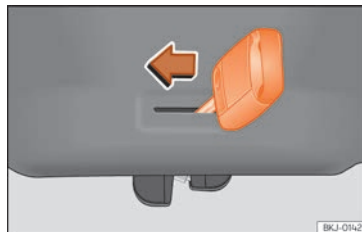

Fig. 58 Detall del maleter: desbloqueig d'emergència.
- Introduïu l'espasi de la clau a la ranura i desplaçe la clau en el sentit de la fletxa fins que el pany es desbloquegi »» fig. 58.